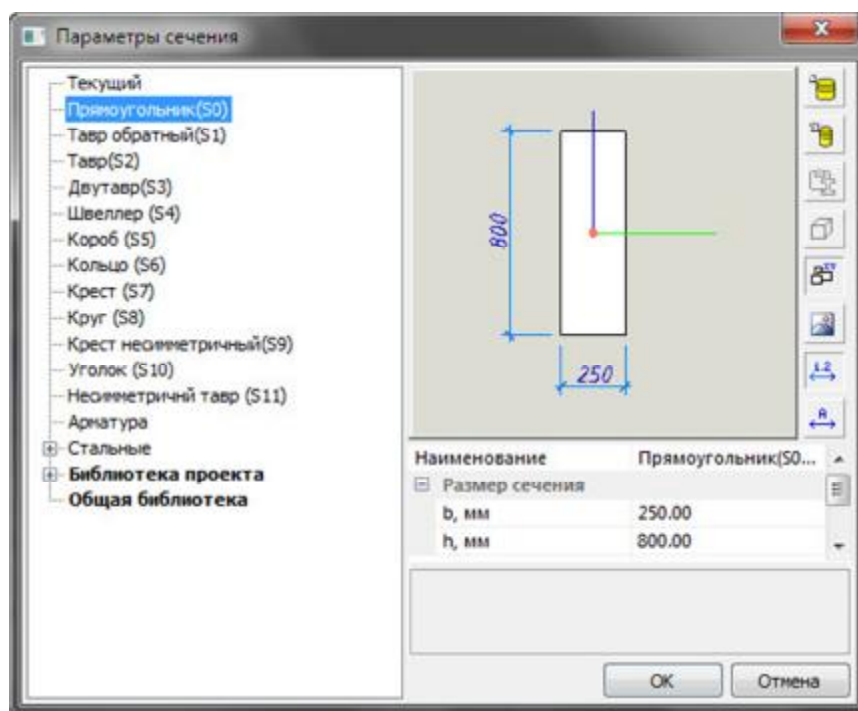

Рис. 3.5. Диалоговое окно **Параметры сечения**
- ▶ В открывшемся диалоговом окне **Параметры сечения** (рис.3.5) задайте следующие параметры: